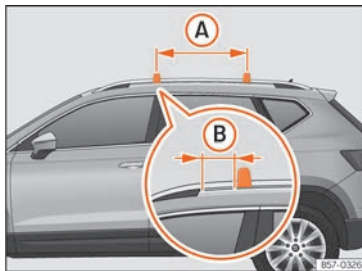

Fig. 182 Points de fixation des barres longitudinales pour la galerie porte-bagages du toit.
Les barres transversales se montent sur les barres latérales du toit. La distance entre les barres transversales »» fig. 182 (A) devra être comprise entre 70 et 90 cm et la distance entre les barres transversales et les supports des barres latérales du toit (B) devra être égale à 15 cm.